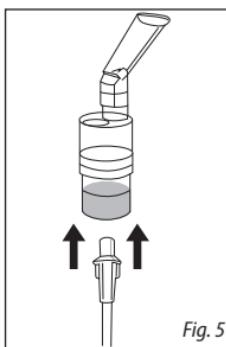

Fig. 5
6. Asegure el nebulizador a el tubo de aire, Fig 5.